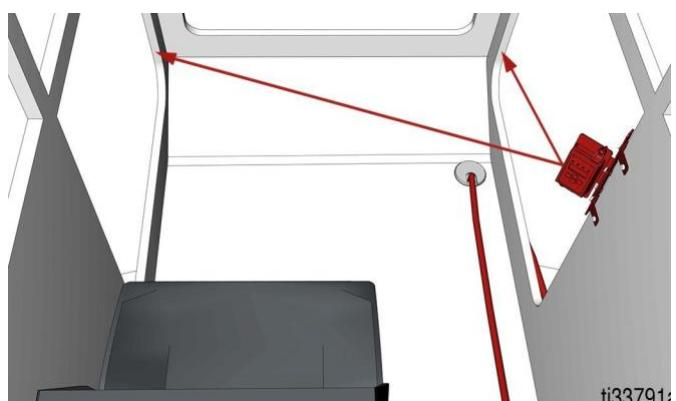

Рис. 17
- Установите кронштейн в кабине, используя предусмотренные здесь отверстия и крепеж из комплекта поставки (Рис. 17).